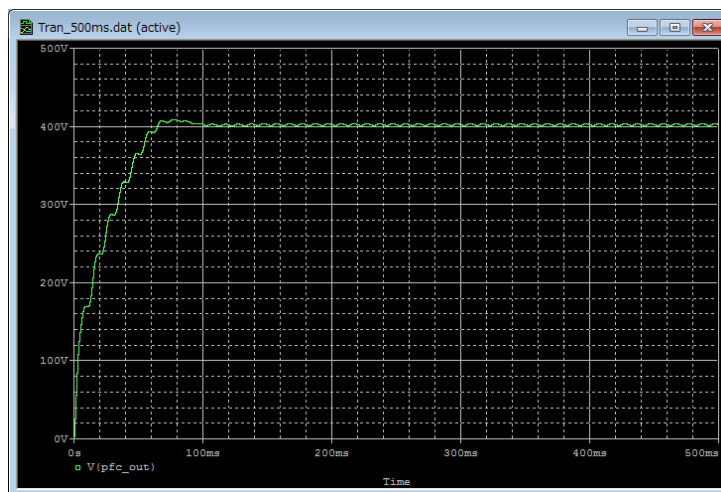

図 5.7 結果波形表示 (例：PFC 出力電圧波形)
- (3) 選択後、「OK」をクリックすることで結果波形が表示されます。(図 5.7)